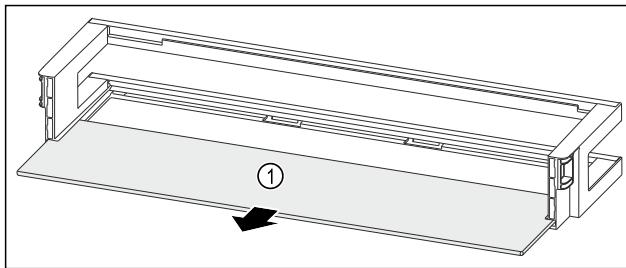

Fig. 96 Raft montat pe ușă cu raft
- Extragăti raftul Fig. 96 (1).